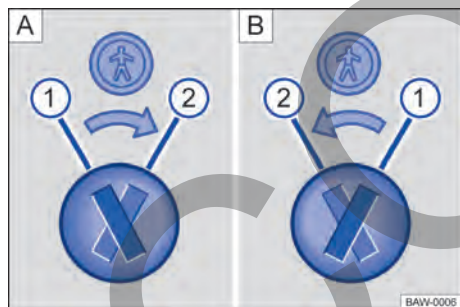

Fig. 44 Cierre de seguridad para niños: **A** puerta trasera izquierda, **B** puerta trasera derecha.
Leyenda para → fig. 44:
- Introducir la paleta de la llave en la ranura del bloqueo de seguridad para niños para activarlo o desactivarlo → fig. 44.